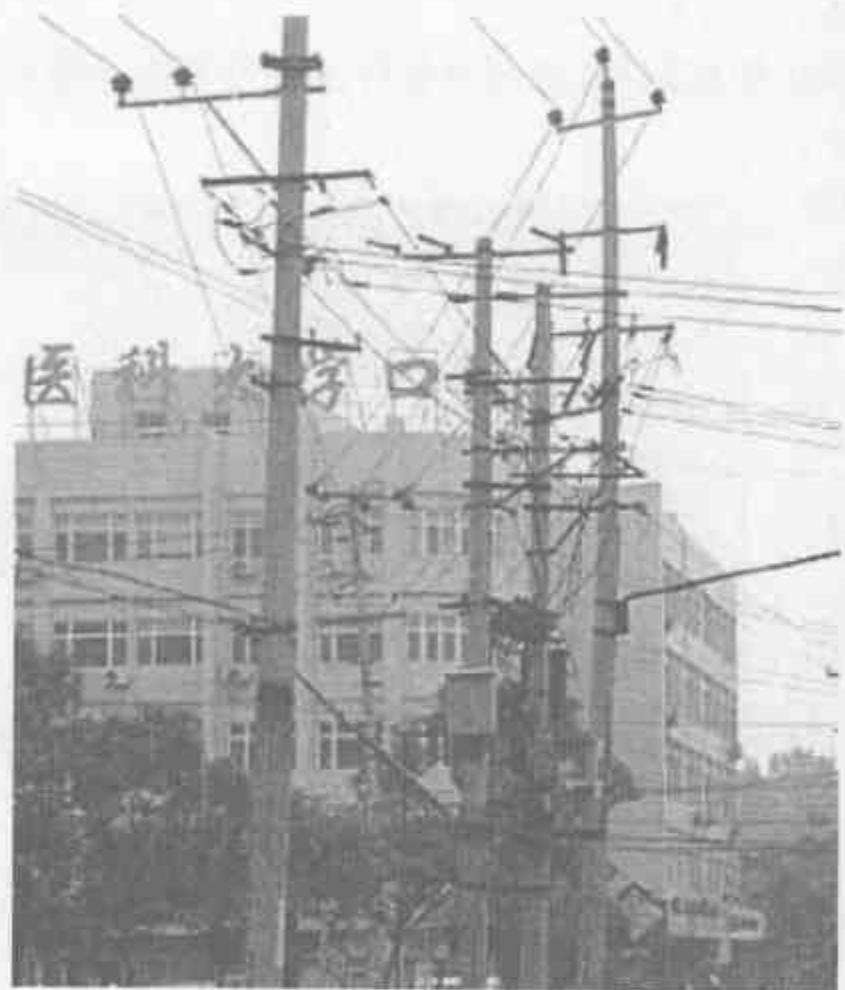

图 9-10 高低压同杆架设的线路
⑫ 在低压架空带电作业时，人体不得同时接触两根线头，不得越过未采取绝缘措施的导线。例如在图 9-10 所示的高低压同杆架设线路中施工时，就应当特别注意安全。